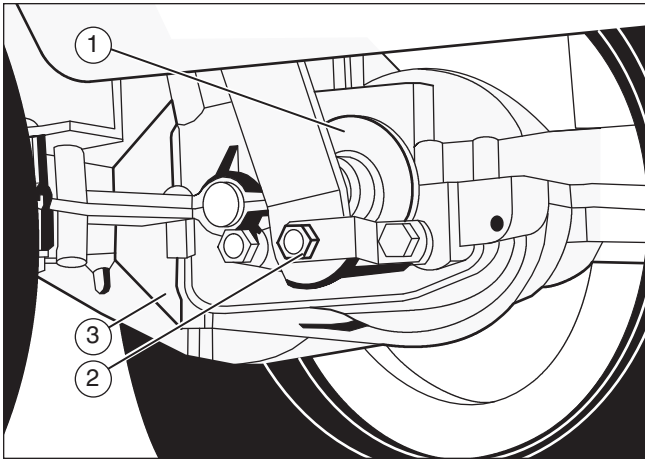

Figura 12
1. Il freno (1) si trova sul lato destro della trasmissione (3) (Figura 12).
2. Verificare che il freno a mano sia innestato e che la leva del cambio sia in folle (N). Girare il dado esagonale (2) in senso orario fino a quando le ruote posteriori non girano quando l'unità viene spinta in avanti.
- Rilasciare il freno a mano e spingere l'unità. Se l'unità non si sposta, girare il dado esagonale (2) in senso antiorario fino a quando l'unità si sposta.
- Mettere il freno a mano. Spingere l'unità. Se le ruote posteriori non girano, il freno (1) è regolato correttamente. Rilasciare il freno a mano.